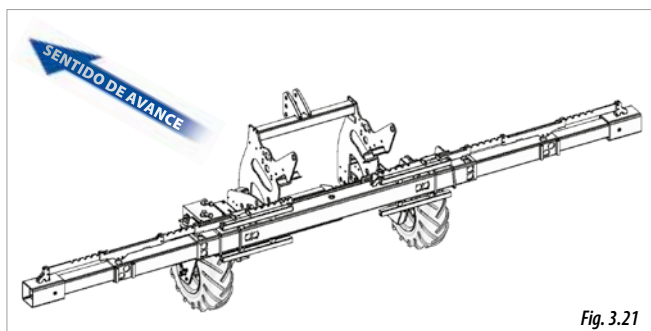

Fig. 3.21
- DOBLE TELESCÓPICO VARIANT (Fig. 3.21).